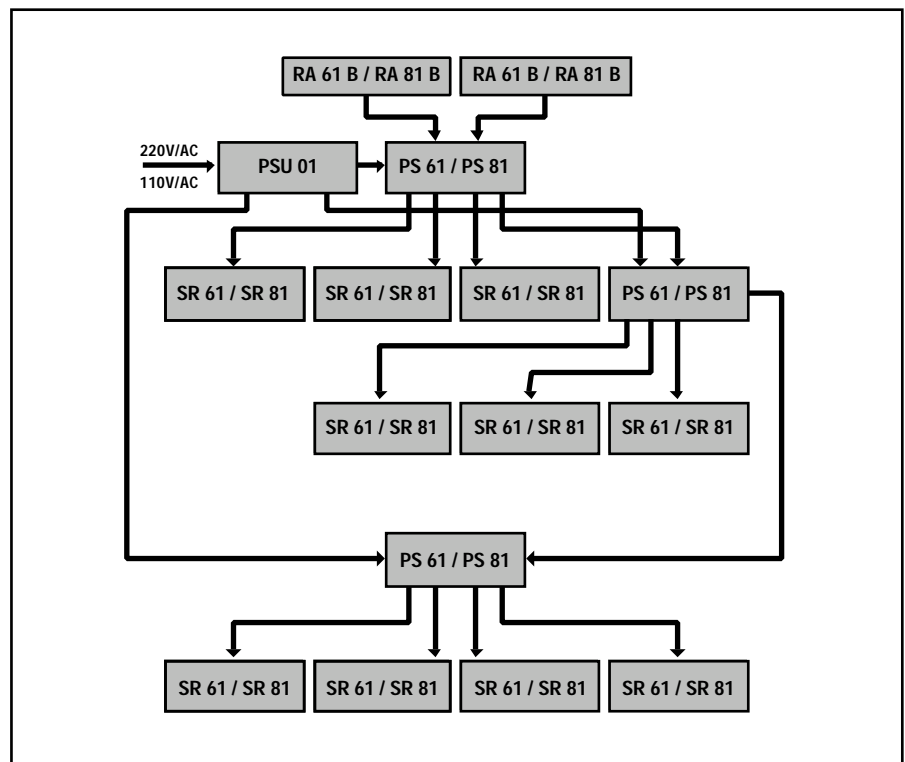

Abb. 8: Verkabelung einer 10-Kanal-Anlage
3.4.2 Anlagen mit mehr als 4 Kanälen Mit zwei Power-Splitttern können Sie 5 bis 7, mit drei Power-Splitttern 7 bis 10 Empfangskanäle betreiben. Verbinden Sie die Ausgänge 4A und 4B des ersten Power-Splitters mit den ANTENNA- Buchsen A und B des nächsten Power-Splitters. Bei derartigen Anlagen ist die Stromversorgung über die Netzadapter der Empfänger zwar problemlos möglich, wir empfehlen jedoch die optionale Stromversorgung PSU 01. Verkabelung siehe Kapitel 3.3.1 und Abb. 8: